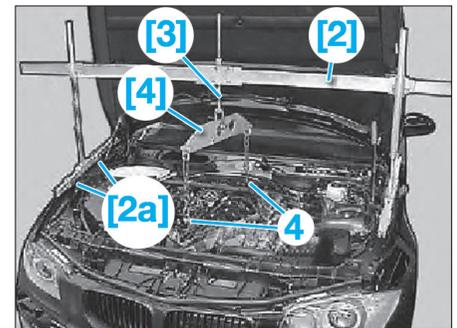

Fig. 20
- [2]. Traverse pour retenir le moteur lors de la dépose et de la repose du berceau (réf BMW : 00 0 200) (Fig.20).
- à l'aide d'un assistant, mettre en place la traverse [2] avec les appuis [2a] sur les vis des panneaux d'aile (Fig.20),
- fixer des chaînes appropriées à l'outil [3] et les attacher aux deux anneaux de levage (4) du moteur,